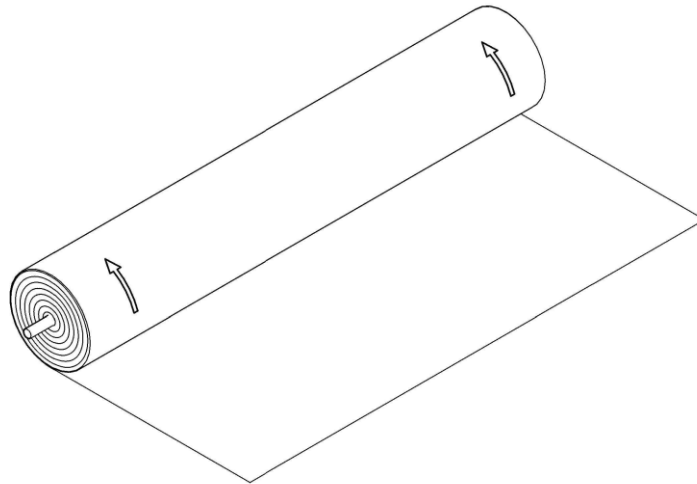

Abb. 4: Abrollrichtung
- Das Abrollen erfolgt langsam, kontrolliert und unter ständigem Lenken der Bahnenränder, so dass ein Nachrutschen der Bahnen vermieden wird (Abb. 4).